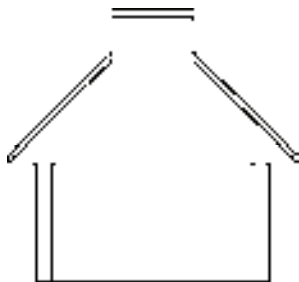

图 3-78 打开素材
1) 按〈Ctrl+O〉组合键，打开配套光盘提供的“第3章/3.2.9 墙齐屋顶.dwg”素材文件，结果如图3-78所示。